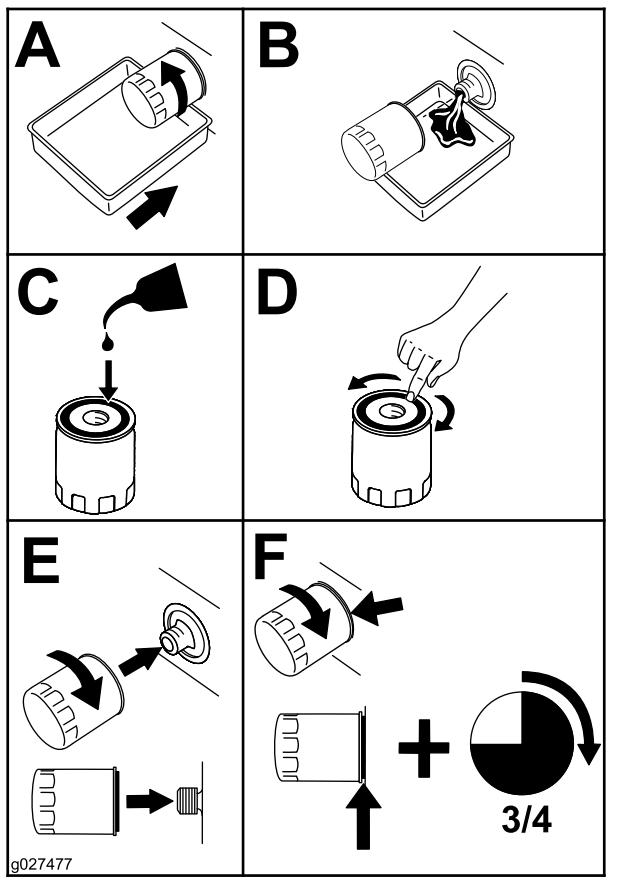

Figure 39
5. Remplacez le filtre à huile moteur comme montré à la Figure 39.